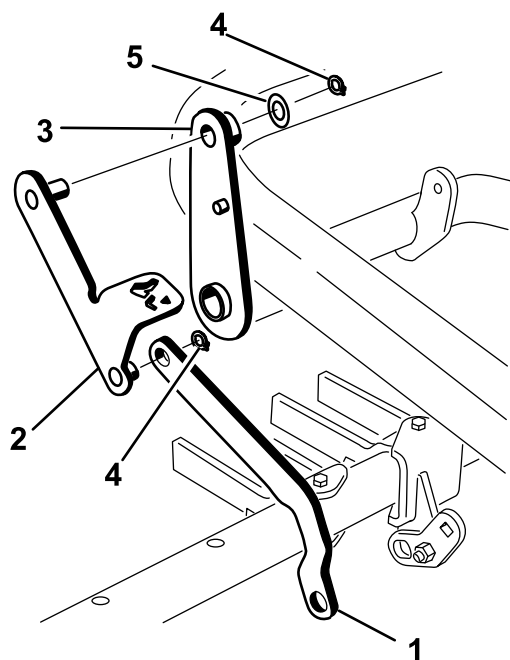

Figura 15
del pedale e fissatela con un anello di ritenuta (Figura 15).
4. Inserite la colonnetta all'altra estremità del gruppo leva del pedale nella parte superiore del gruppo leva e fissatela mediante una rondella ($\frac{7}{8}$ " e un anello di ritenuta (Figura 15).